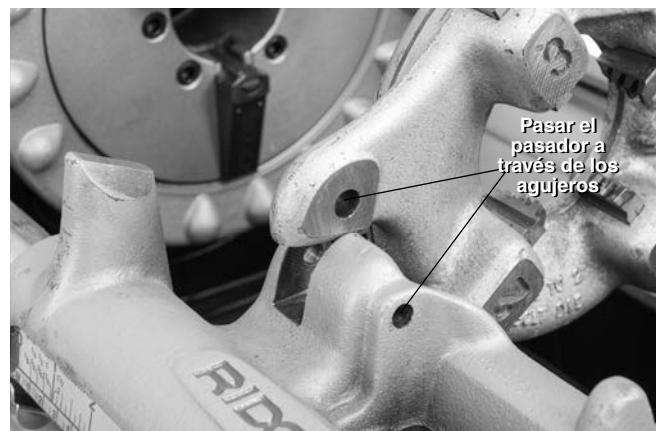

Figura 26 – Fijación del cabezal de terrajas a la izquierda
3. Coloque un pasador de 5/16" de 2" de longitud a través de los agujeros en el carro y el cabezal de roscado a la izquierda, para mantener la posición (vea la *Figura 26*).